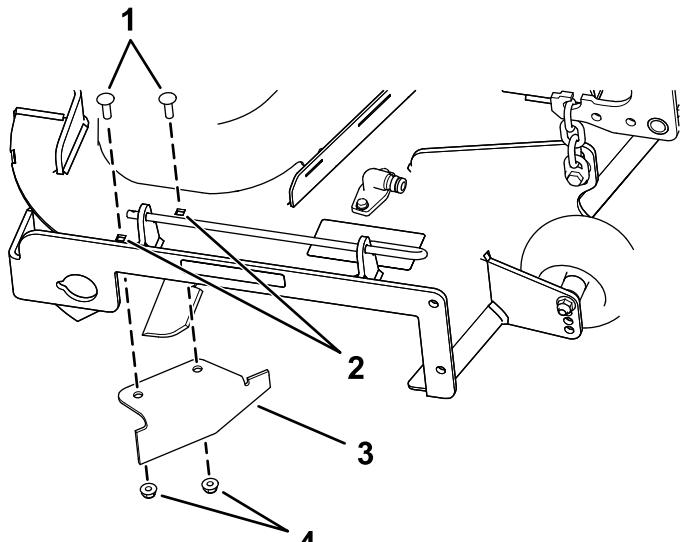

Figura 16
9. Localize o abafador de corte no saco das peças soltas e retire as fixações nos furos posteriores da placa de descarga (Figura 16).